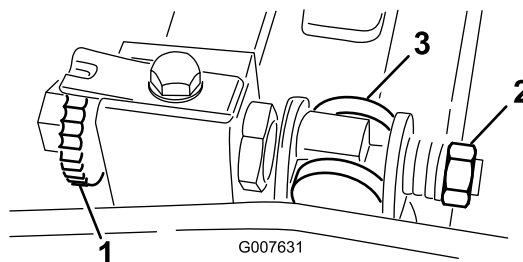

Figura 61
1. Ruotate la vite di regolazione della barra di appoggio in senso antiorario per allontanare la controlama dal cilindro (Figura 61).
2. Allentate il dado di tensione della molla, finché la rondella non sarà più in tensione contro la barra di appoggio (Figura 61).